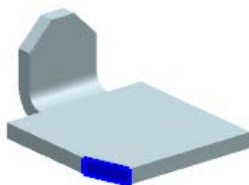

图 5.5.9 “倒斜角”特征 2
Step5. 单击命令条中的按钮，完成图 5.5.9 所示倒斜角的创建。